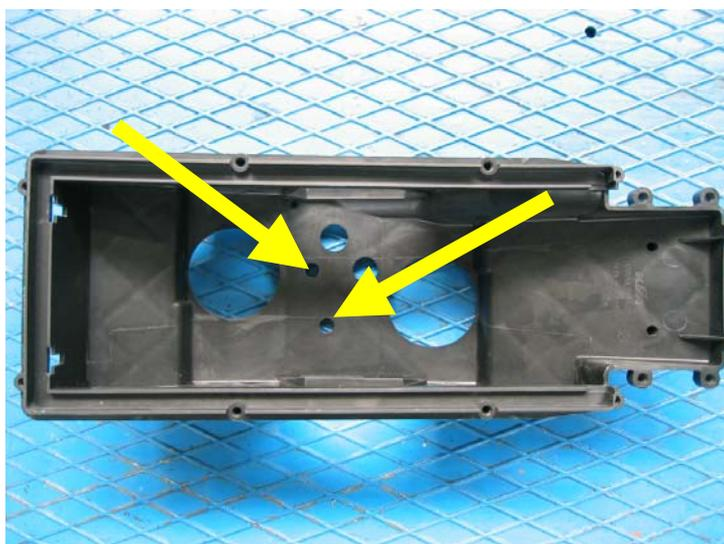

Bild 4
2. Zur Montage der neuen Schläuche in der Airbox, müssen die Gummitüllen der Durchführungen entfernt und die beiden vorhandenen Bohrungen (rote Pfeile) auf 12mm aufgebohrt werden. Anschließend die Airbox gründlich reinigen. Siehe **Bild 4**